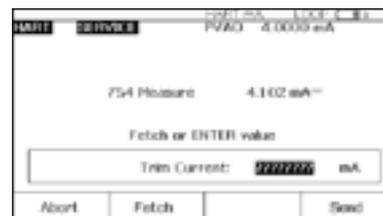

Figura 23.
5. Pressione a tecla de função **Adjust** (Ajustar), Seleccione **Output Trim** (Ajuste de Saída) e pressione **ENTER**. O valor da variável primária (PVAO) está no canto superior direito da tela (Figura 23). Geralmente é um sinal de 4 mA. O valor de mA, medido em tempo real pelo Fluke 754, está no centro da tela. Pressione a tecla de função **Fetch** para carregar o valor de mA medido. Pressione a tecla de função **Send** para enviar o valor para o transmissor a fim de ajustar a seção de saída para o valor de 4 mA. Pressione **Continue** para acessar o ajuste de 20 mA e repita esta etapa.